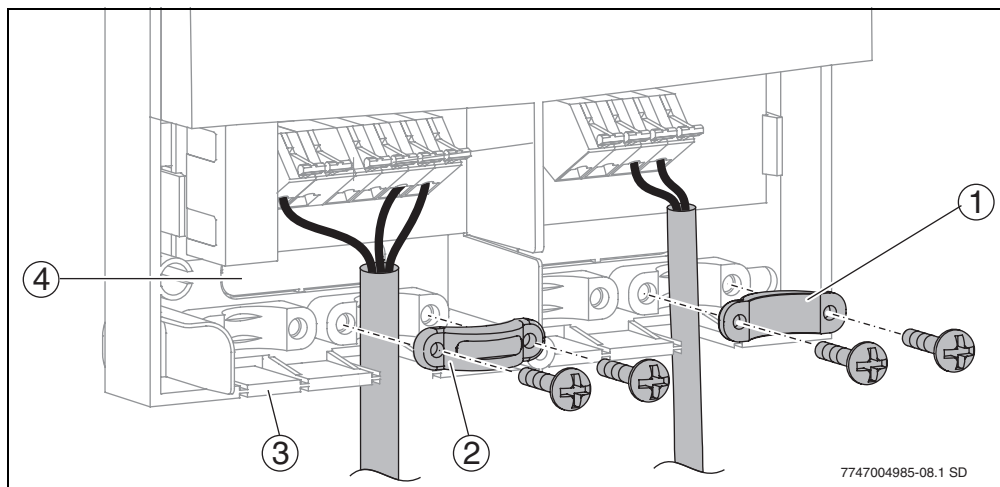

Bild 8 Durchführung und Befestigung der Kabel
Die Kabel können je nach Montagesituation von hinten (→ Bild 8, Pos. 4) oder von unten (→ Bild 8, Pos. 3) ins Gehäuse geführt werden.
- Kabeldurchführung (→ Bild 8) mit Messer heraustrennen, damit keine scharfen Kanten bleiben.
- Kabel mit der entsprechenden Zugentlastung (→ Bild 8, Pos. 2) sichern. Die Zugentlastung kann auch gedreht montiert werden (→ Bild 8, Pos.1).